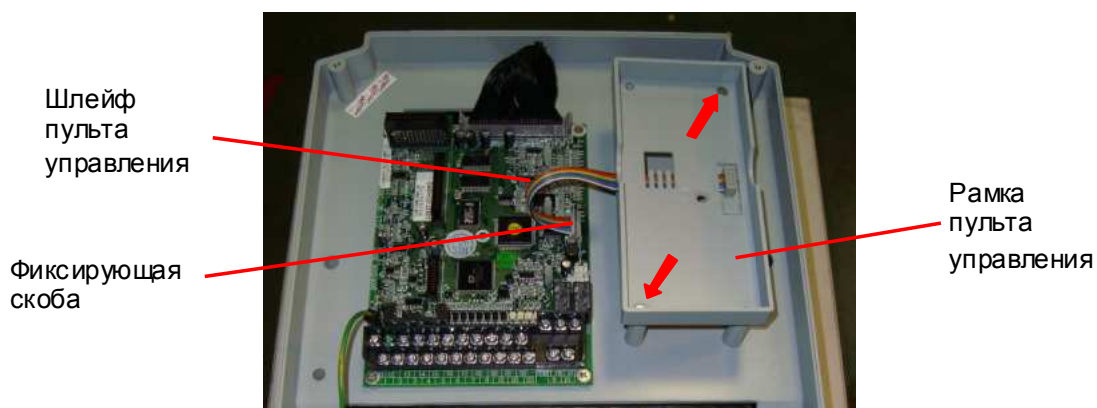

Рис. 6.3
6.3.1. Выкрутить два винта крепления рамки пульта управления (рис. 6.3, красные стрелки), положить винты в тару.
6.3.2. Отвести фиксирующую скобу, отсоединить разъем шлейфа пульта управления от платы ЦП и демонтировать рамку пульта управления (рис. 6.3). Положить рамку пульта управления в тару.